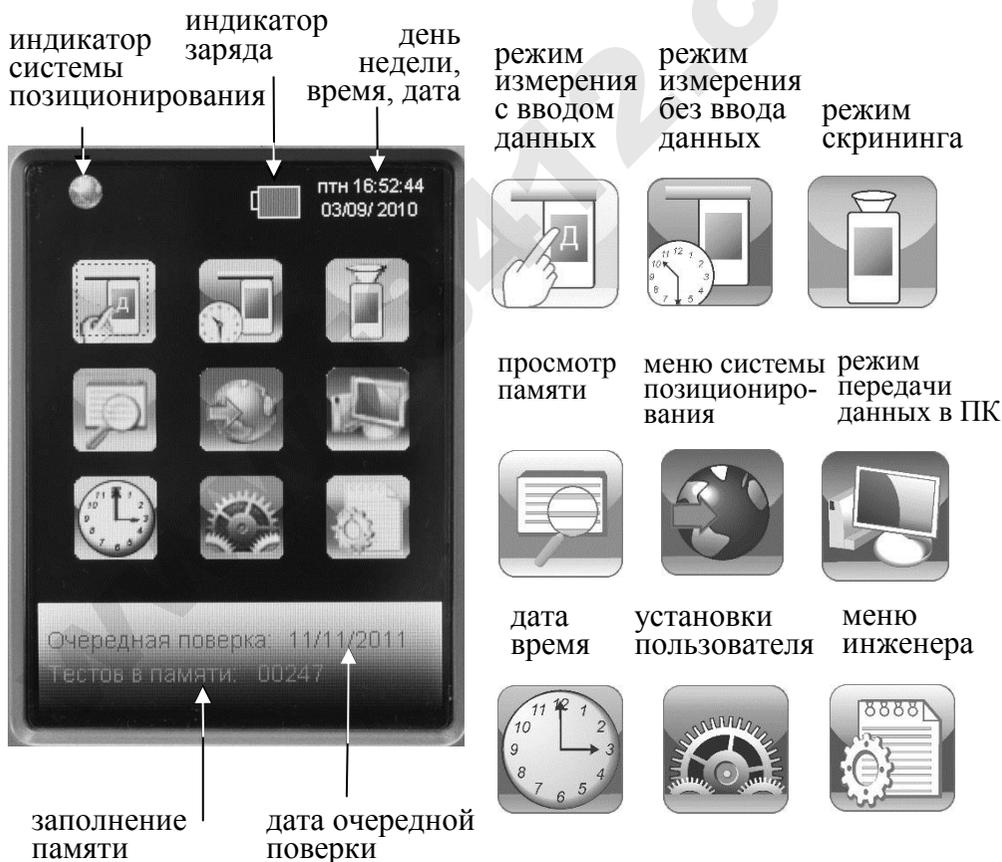

Рисунок 4 – Главное меню анализатора
2.3.1 При включении анализатора после заставки с наименованием анализатора и номером версии ПО на сенсорном экране появляется главное меню из 9 пунктов-иконок и индикаторов, информирующих об уровне заряда аккумуляторного блока, текущем времени и дате, а также об установлении координат текущего местоположения приемником системы позиционирования (рисунок 4).
2.5.2 Для входа в меню **«Установки пользователя»** в главном меню анализатора (рисунок 4) выберите пункт-иконку **«Установки пользователя»**, касаясь стилусом соответствующей иконки или используя кнопочную клавиатуру согласно 2.4.1.2 настоящего РЭ. На сенсорном экране появится окно **«УСТАНОВКИ»** – меню из 3-х пунктов (рисунок 5).